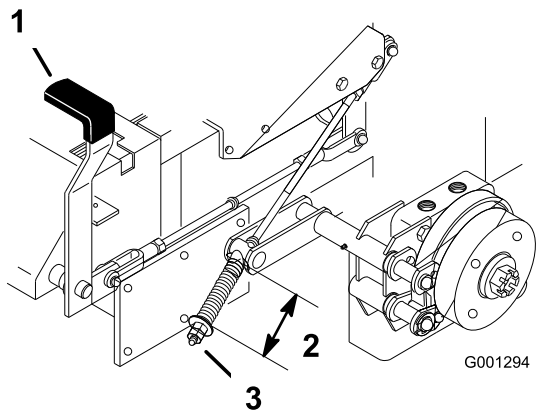

Figura 57
2. Mida la longitud del muelle. La medida debe ser de 64 mm (2-1/2 pulg.) entre las arandelas (Figura 57).
3. Si es necesario un ajuste, quite el freno de estacionamiento, afloje la contratuerca que está debajo del muelle y ajuste la tuerca que está directamente debajo del muelle (Figura 57). Gire la tuerca hasta obtener la medida correcta. Gire la tuerca en el sentido de las agujas del reloj para acortar el muelle y en el sentido contrario a las agujas del reloj para alargar el muelle.